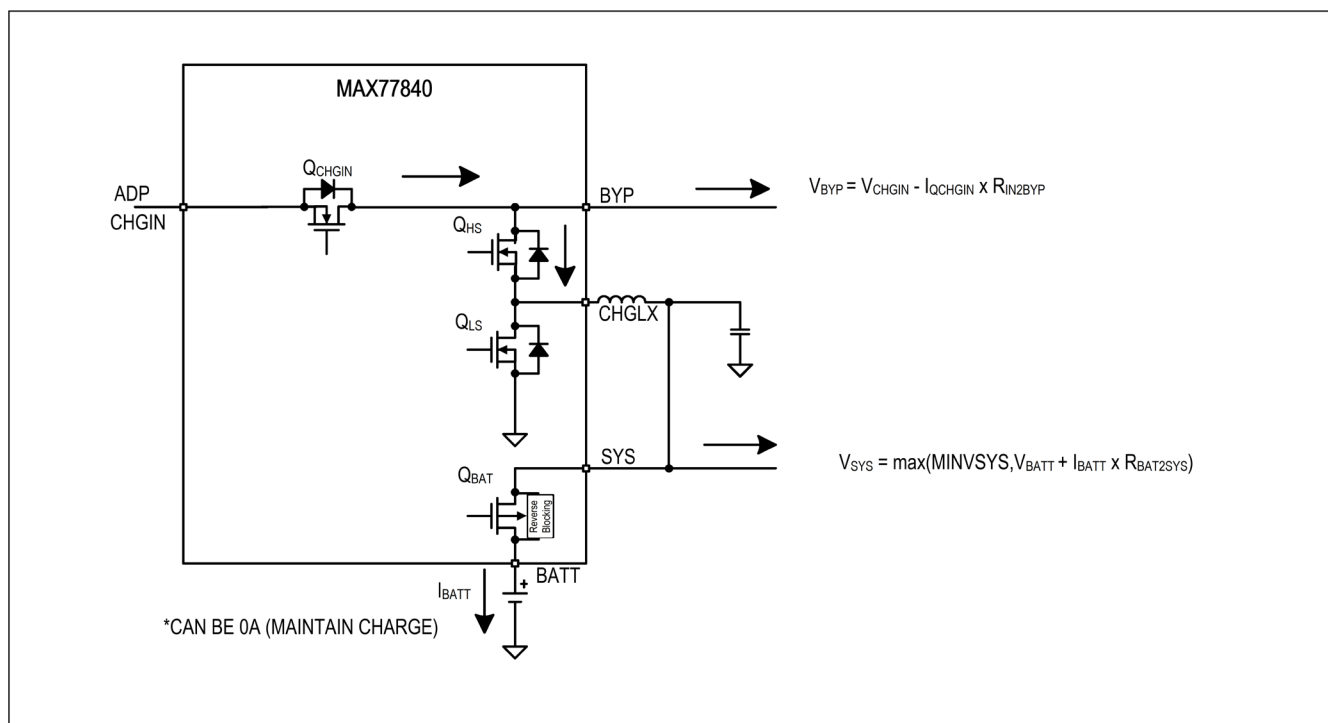

図8. 充電あり - 降圧
6. 充電あり - 降圧、MODE = 0x0D: アダプタ電圧が入力電圧動作の範囲内で検出されています (Q_{CHGIN} = オン)。バッテリーは接続され、充電モードです (Q_{BAT} = オン)。チャージャは降圧モードで動作しています。図8を参照してください。